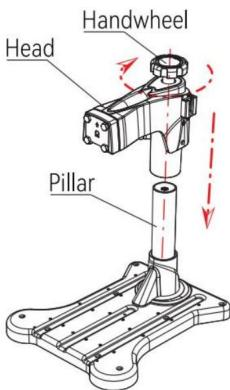

Fig 1
1. Coloque la cabeza en el pilar y gire el volante 10 veces en el sentido de las agujas del reloj, lo que indica que el cabezal está instalado (como se muestra en la fig. 1).